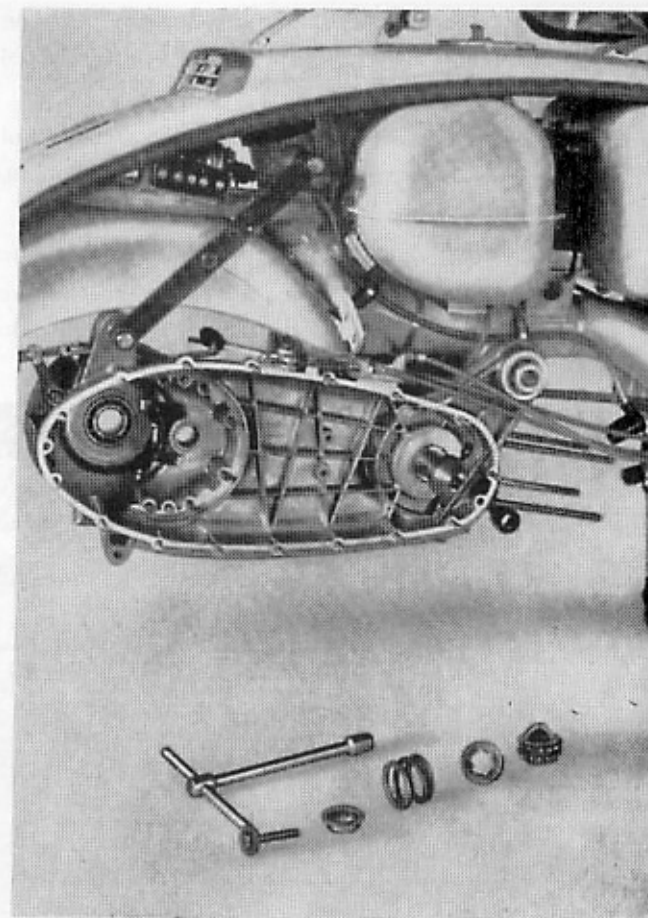

Fig. 19
- 33** Smontare il pignone, bloccare l'albero con l'attrezzo 49221 infilato sulla biella, svitare il bullone di fissaggio (chiave da 14), sfilare la rondella, la molla, l'innesto scorrevole ed il pignone. Quindi estrarre il manicotto con l'estrattore (attrezzo n. 60051) (fig. 19).